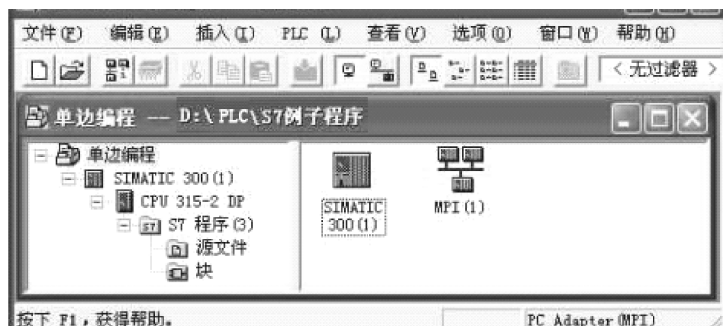

图 7-23 新建名为“单边编程”的项目
4) 使用 STEP 7 V5.3 新建项目“单边编程”，然后插入 S7-300 站并完成 CPU 硬件组态，如图 7-23 所示。